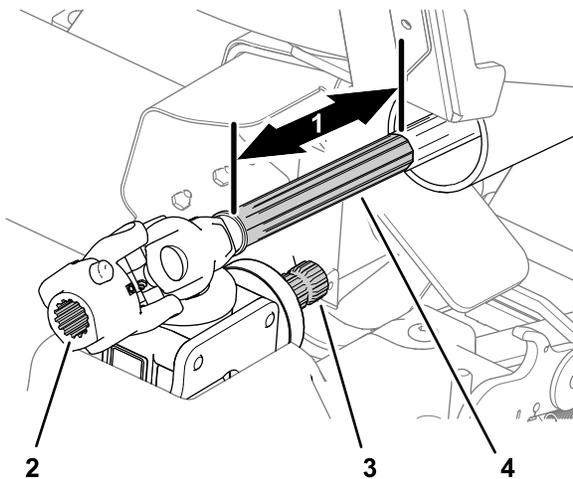

Figura 54
2. Spingete in avanti la metà anteriore dell'albero di trasmissione (Figura 54) di circa 25 cm.
3. Pulite con un panno le scanalature dell'albero della scatola a ingranaggi e quelle dell'albero di trasmissione (Figura 54).
4. Pulite con un panno la superficie scorrevole della parte anteriore dell'albero di trasmissione (Figura 54).
5. Applicate un composto anti-grippaggio sulle scanalature dell'albero della scatola a ingranaggi e dell'accoppiamento del giunto cardanico (Figura 54).
6. Applicate un composto anti-grippaggio alla superficie scorrevole della parte anteriore dell'albero di trasmissione (Figura 54).